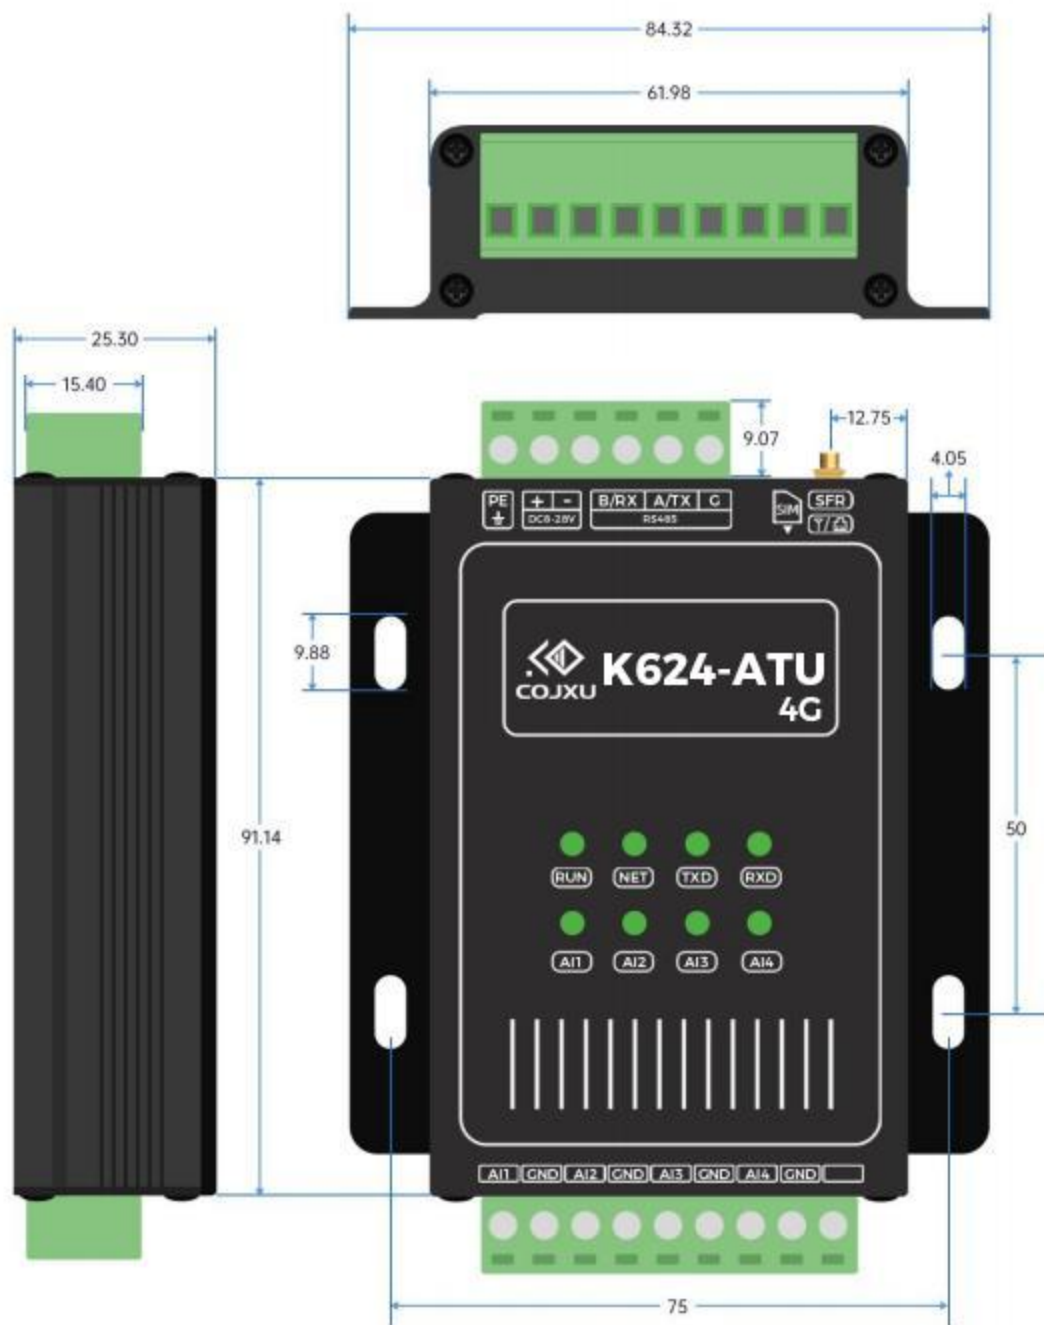

图 1-2 产品尺寸
2、下图 1-2 为产品参考尺寸，误差 $\pm 0.3\text{mm}$ ，请以实物为准。